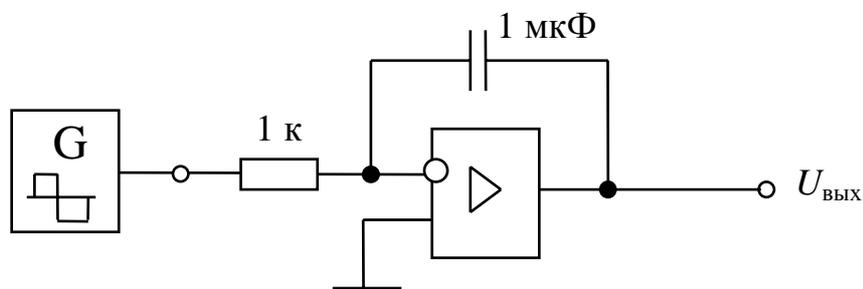

Рис. 3
3. Собрать схему интегратора на идеальном ОУ (рис. 3). Проанализировать осциллограмму $U_{\text{ВЫХ}}$ при подаче на вход симметричных разнополярных прямоугольных импульсов с амплитудой 1 В и частотой 500 Гц.